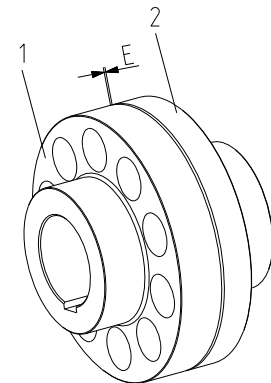

Bild 11
- Verschieben Sie die Aggregate in axiale Richtung, bis das E-Maß erreicht ist (siehe Bild 11).